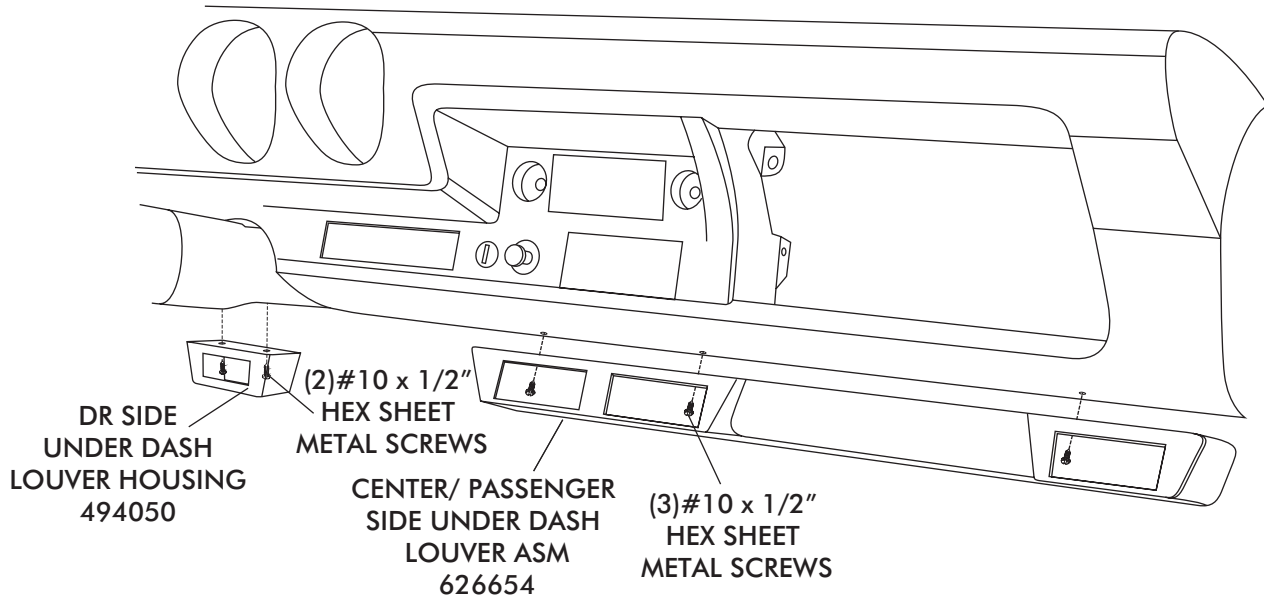

FIGURE 16
- INSTALL LOUVER HOUSINGS UNDER DASH AS SHOWN IN FIGURE 16, BELOW.